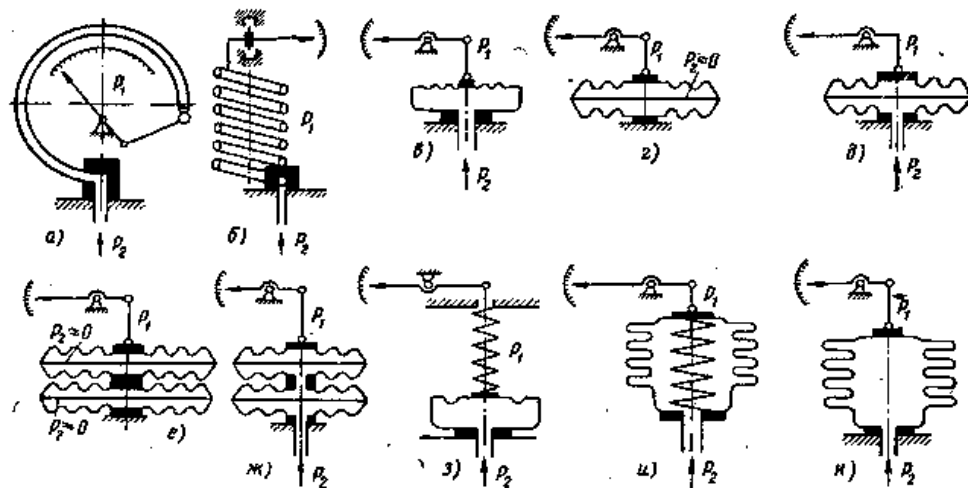

Рис. 3. Типы пружинных устройств
1. приборы с трубчатой пружиной, или собственно пружинные (рис. 3а,б);
2. мембранные приборы, у которых упругим элементом служит мембрана (рис. 3в), aneroidная или мембранная коробка (рис. 3г,д), блок aneroidных или мембранных коробок (рис. 3е,ж);
3. пружинно-мембранные с гибкой мембраной (рис. 3з);
4. приборы с упругой гармониковой мембраной (сильфоном) (рис. 3к);
5. пружинно-сильфонные (рис. 3и).